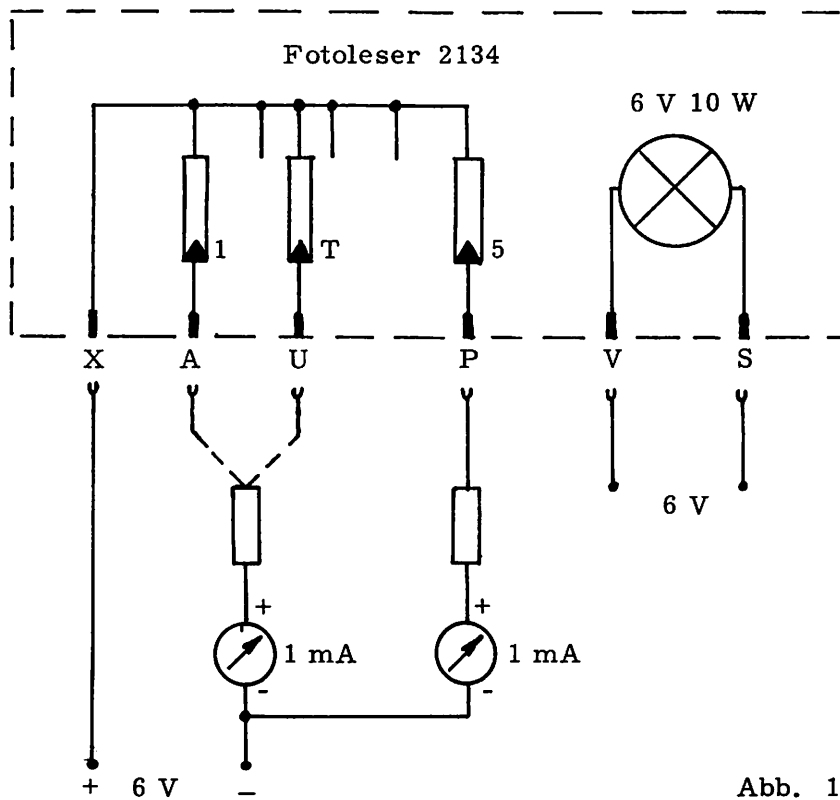

Abb. 1
- a) Lösen der Befestigungsschrauben (90) und (91).
- b) Lampenhalter (3) solange nach allen Seiten verschieben, bis an beiden Meßgeräten (1 mA) die höchstmöglichen, bzw. gleichmäßig hohen Fotoströme gemessen werden.
- e) Festziehen der Befestigungsschrauben (90) und (91).
- Die Justage des Lampenhalters kann entweder nach Aufbau vorstehender Anordnung, Abb. 1 erfolgen, oder im Gerät selbst. Siehe nächste Seite !